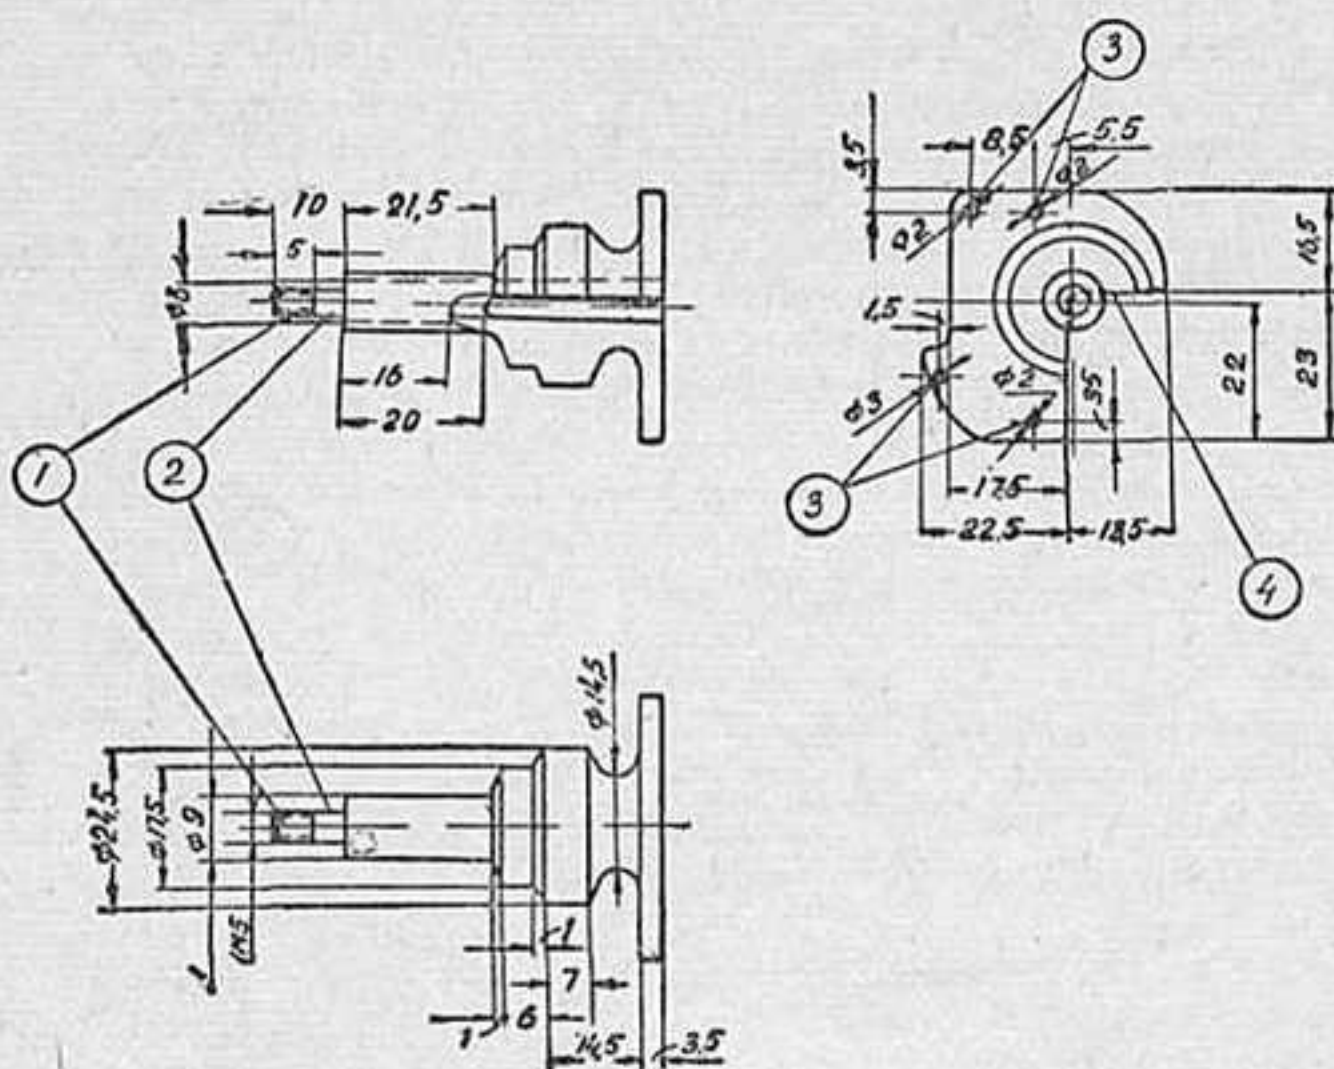

Рис. 16.
Задняя ось состоит из двух полуосей. При этом роль левой полуоси выполняет коленчатый вал мотора, на носок которого установлено ведущее колесо. Правая же полуось (рис. 16) изготавливается из дюралюминия и крепится к подмоторной раме с помощью четырех заклепок, вставляемых в отверстия (3). В центральной части оси сверлится 6-мм отверстие, куда на тугую посадку запрессовывается стальной стержень. На выступающей его части (2) устанавливается подшипник колеса и колесо, которое крепится гайкой на нарезной части стержня. В алюминиевой части полуоси делается угловой вырез (4), в который при сборке входит диффузор карбюратора. Мотор и полуось устанавливаются на раме так, чтобы осевые линии коленчатого вала и полуоси совпадали.